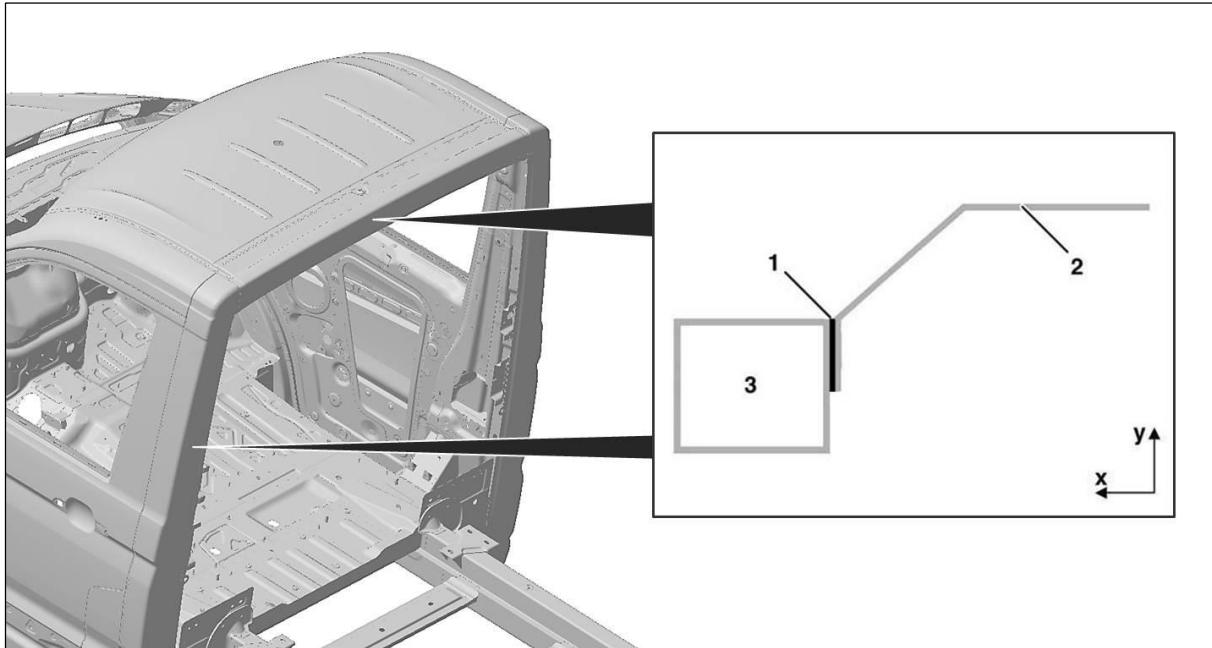

Abb.7: Anbindung Aufbau über Stehblech an B-Säule und Dachrahmen (Prinzipdarstellung!)
- Anbindung des Aufbaus an die B-Säule über ein Stehblech mit  $t = 2$  mm gewinkelt mit ca.  $2 \times 45^\circ$ . Die Anbindung des Stehbleches muss vollflächig verklebt erfolgen (siehe Abb. 7).
- Anbindung des Aufbaus an den Dachrahmen über ein Stehblech mit  $t = 2$  mm gewinkelt mit ca.  $2 \times 45^\circ$ . Die Anbindung des Stehbleches muss vollflächig verklebt erfolgen. (siehe Abb. 7)